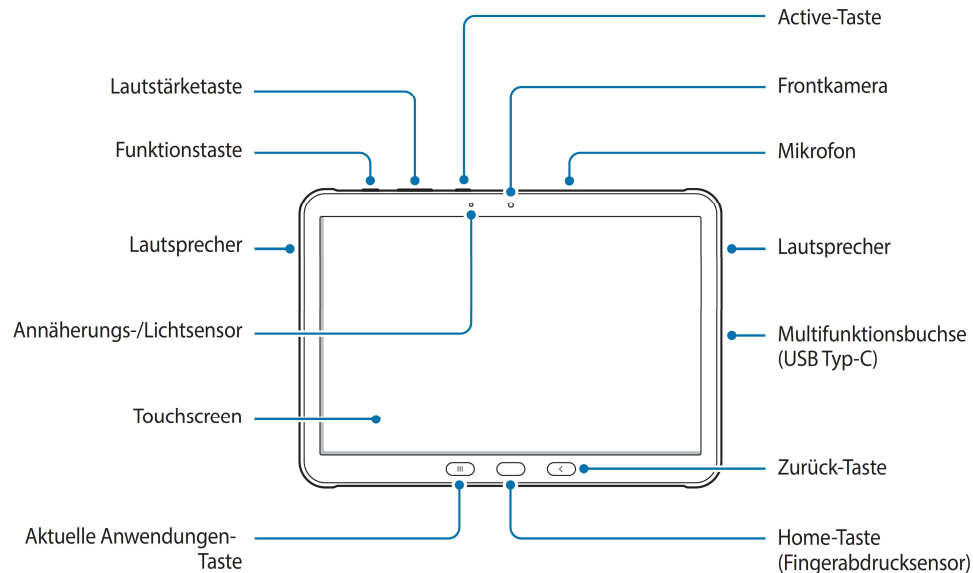
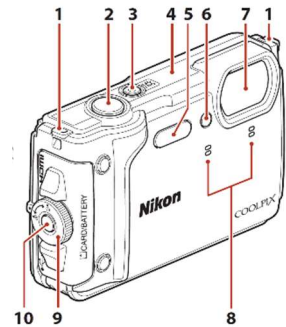

Fig. 3: Geräteaufbau
Fig. 11: Funktionstasten
1. Halten Sie die *Funktionstaste* einige Sekunden lang gedrückt, um das Gerät einzuschalten (Fig. 3).
1. Halten Sie zum Ausschalten des Geräts die *Funktionstaste* und die *Lautstärketaste* nach unten gleichzeitig gedrückt (Fig. 3).
1. Halten Sie die *Taste 3* in Fig. 11 wenige Sekunden lang gedrückt, um das Gerät ein- oder auszuschalten (Fig. 3).